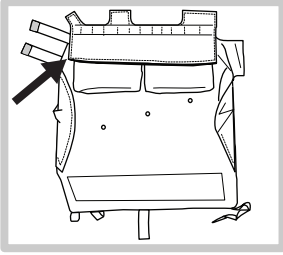

Figura 1
1. Mueva la solapa para que cubra los bolsillos interiores, pero no la extienda completamente sobre la solapa principal/exterior (Figura 1).